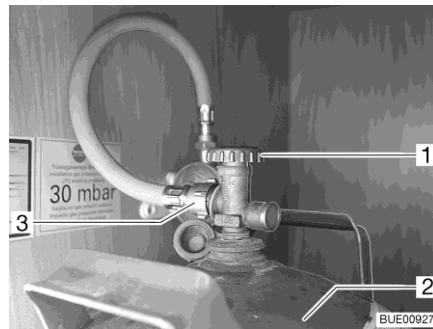

Fig. 115 Vano portabombole
- Chiudere la valvola principale di arresto (Fig. 115,1) della bombola del gas (Fig. 115,2). Osservare la direzione della freccia.
- Svitare il tubo del gas (Fig. 115,3) dalla bombola del gas.